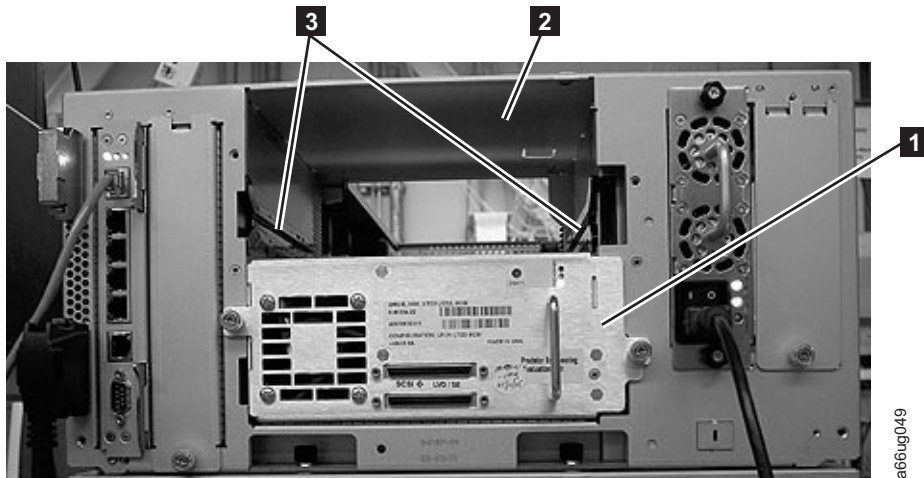

Рисунок 3-12. Плоские направляющие и направляющие пазы в ячейке
1. Установите салазки устройства вровень с плоскими направляющими и направляющими пазами вдоль дорожек (3 in рис. 3-12 на стр. 3-15).